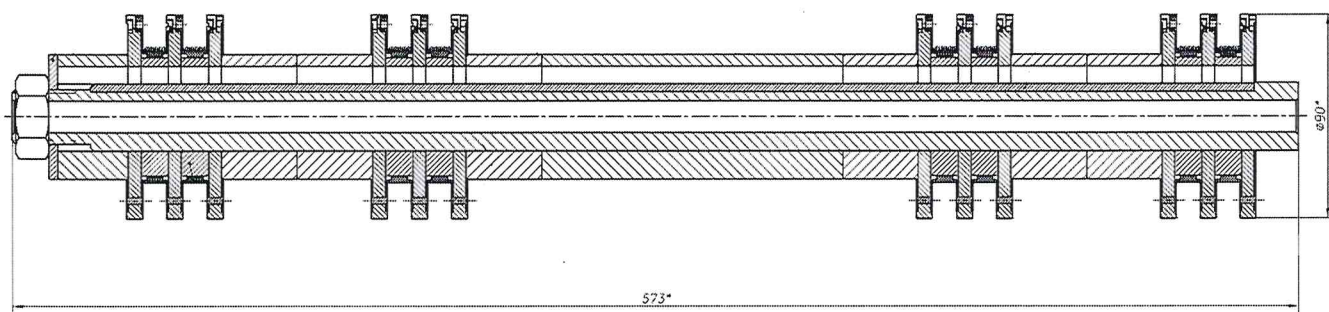

Рисунок 3. Оснастка для намотки катушечной группы.
2.2 Намотка производится путем установки каркасов катушек в оснастку (рисунок 3), установки оснастки в станок и намоткой обмоточного провода на каркасы согласно разработанного КД